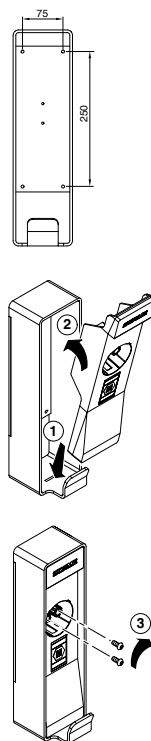

Imagen 14: ENSAMBLAJE DE LOS SOPORTES
- Tome el soporte de plástico moldeado frontal, coloque su llave piloto en la ranura visible en la parte inferior del marco metálico. Los tres pasadores metálicos suministrados con el modelo CCS-2 deben ser insertados en sus receptáculos en este momento. En cambio, no se necesitan pasadores para el soporte CHAdeMO. Gire suavemente la pieza de plástico y sujétela contra el marco como se muestra en la imagen 14.